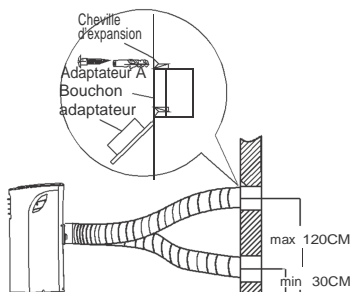

Fig. 19
1. Préparez un trou dans le mur. Installez l'adaptateur A du tuyau sur le mur (à l'extérieur) en utilisant 4 chevilles à expansion et vis à bois, assurez-vous de solidement fixer. (Voir Fig.19)